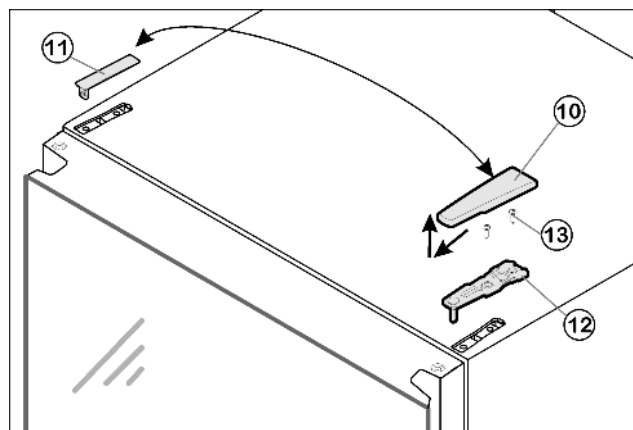

Fig. 6
- ▶ Enlever le cache Fig. 6 (10) vers l'avant et le haut.
- ▶ Retirer le cache Fig. 6 (11).
- ▶ Dévisser le support d'appui supérieur Fig. 6 (12) 2 vis Torx® 25 Fig. 6 (13) et l'enlever par le haut.
- ▶ Placer le support d'appui supérieur Fig. 6 (12) sur le nouveau côté charnière de la porte.
- ▶ Visser le support d'appui supérieur Fig. 6 (12) avec un couple de serrage de **4 Nm** (2 Torx® 25) Fig. 6 (13). Pointer les trous de vissage ou utiliser une visseuse sans fil.
- ▶ Faire encliqueter le cache Fig. 6 (10) et le cache Fig. 6 (11) du côté opposé.